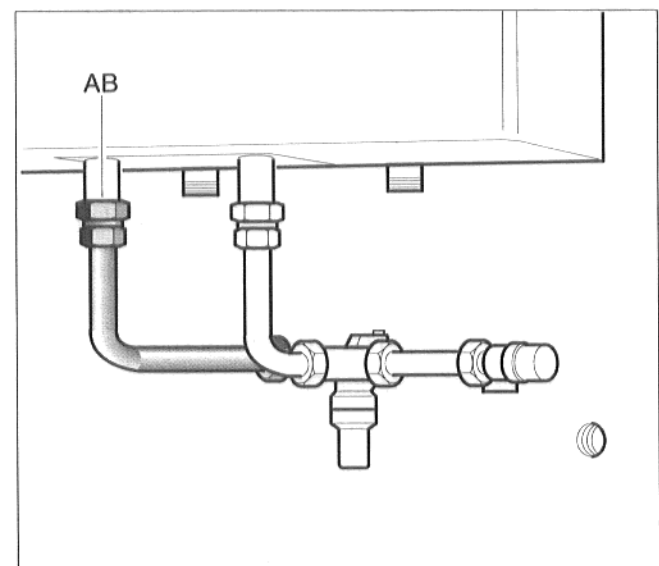

Fig. 19: tubo di collegamento acqua calda sanitaria
- Ermetizzare l'avvitamento ad anello di serraggio all'uscita dell'acqua calda sanitaria (AB) all'accumulatore. Ermetizzare il nipplo a vite del tubo di collegamento acqua calda sanitaria nel collegamento murale.
- Montare il tubo di collegamento acqua calda sanitaria tra l'accumulatore ed il collegamento murale. Tenere presente gli anelli di serraggio! (Fig. 19).
- Ermetizzare l'accordo del sifone ad imbuto nel collegamento murale e montare il sifone ad imbuto (Fig. 19).
- Montare il tubo di raccordo tra l'accumulatore e la valvola a tre vie. Tenere presente l'anello di serraggio! (Fig. 19).